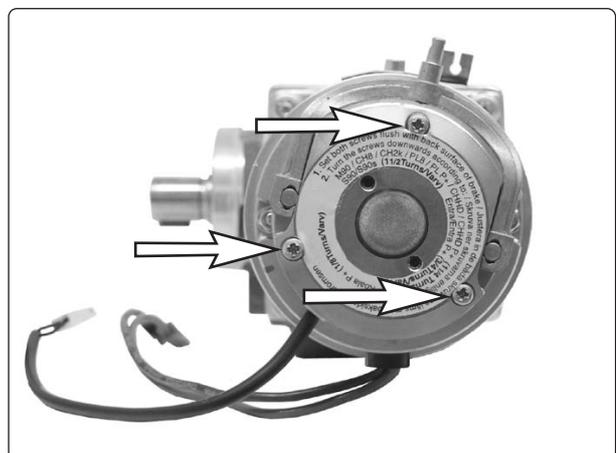

Abb. 19. Befestigungsschrauben Magnetbremse
8. Lösen Sie die drei Befestigungsschrauben der Bremse, siehe Abb. 19. Merken Sie sich für den späteren Einbau die Stellung des Bremsentriegelungsarms. Bauen Sie die Bremse mit Bremsscheibe und Deckel aus.